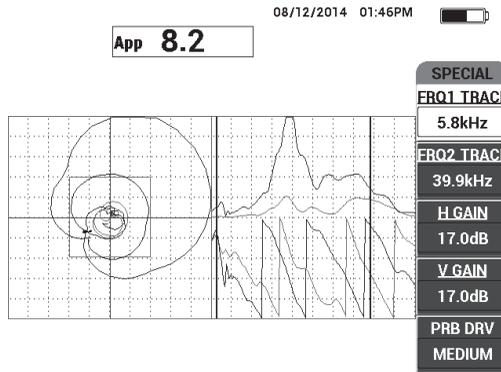

Figura 6-59 Representación del espectro de frecuencia (lado derecho de la pantalla)
5. Efectúe minuciosamente un escaneo sobre los defectos y observe cuidadosamente el espectro de frecuencia (representación derecha); en particular, observe el componente de amplitud (lado superior derecho). Ver la Figura 6-59 en la página 182.